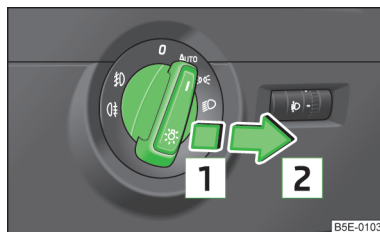

Fig. 29
- Girar el conmutador a la posición **AUTO** o **D** o bien **L** » fig. 29.
- Girar el conmutador a la posición **AUTO** o  o bien  » fig. 29 de la página 50.